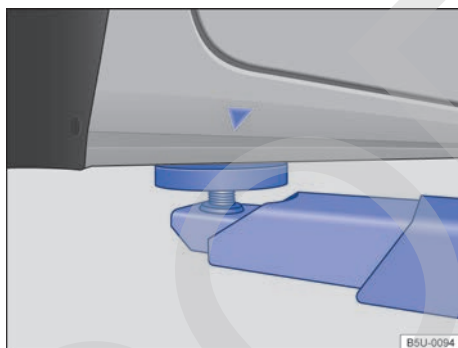
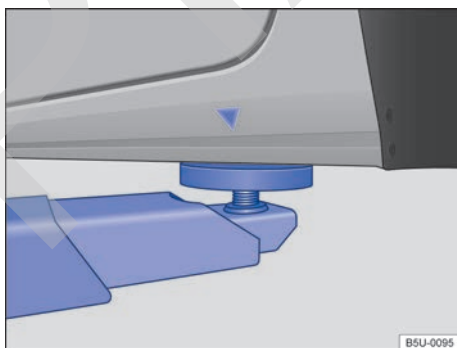

Fig. 145 Puntos de apoyo delanteros para la suspensión con plataforma elevadora o con gato.
Fig. 146 Puntos de apoyo traseros para la suspensión con plataforma elevadora o con gato.
El vehículo debe ser suspendido solamente por los puntos indicados en las figuras ⇒ fig. 145 y ⇒ fig. 146. Si el vehículo no está suspendido por los puntos indicados, pueden ocurrir daños en el vehículo ⇒ ⚠ y lesiones graves ⇒ ⚠.
- Suspender el vehículo solamente por los puntos indicados en las figuras ⇒ **fig. 145** y ⇒ **fig. 146**. Si el vehículo no se suspende por los puntos indicados, puede caer de la plataforma elevadora cuando, por ejemplo, se desmonta el motor o la suspensión.